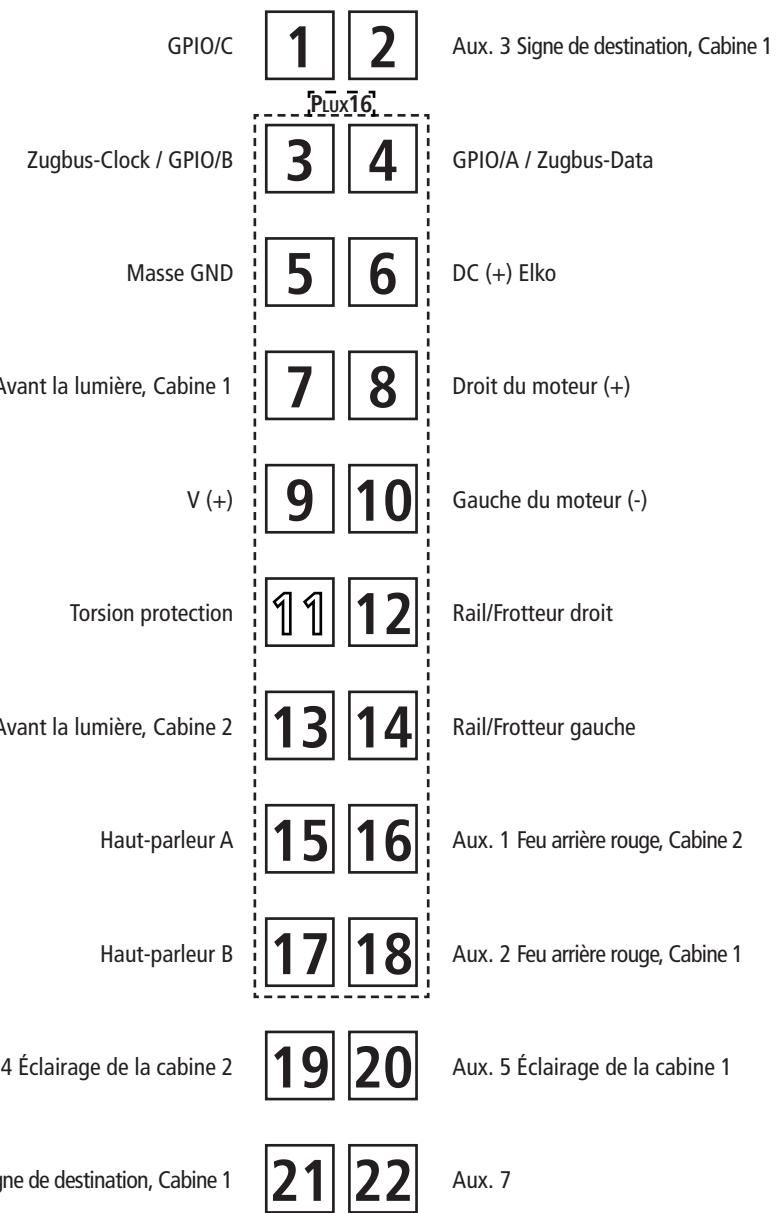
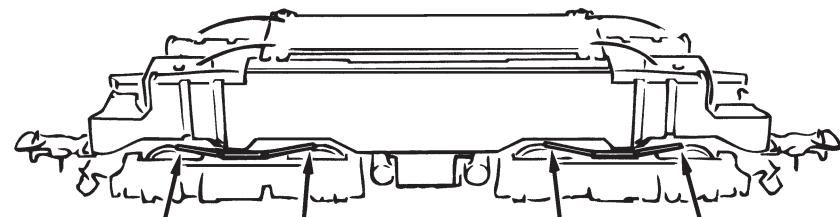
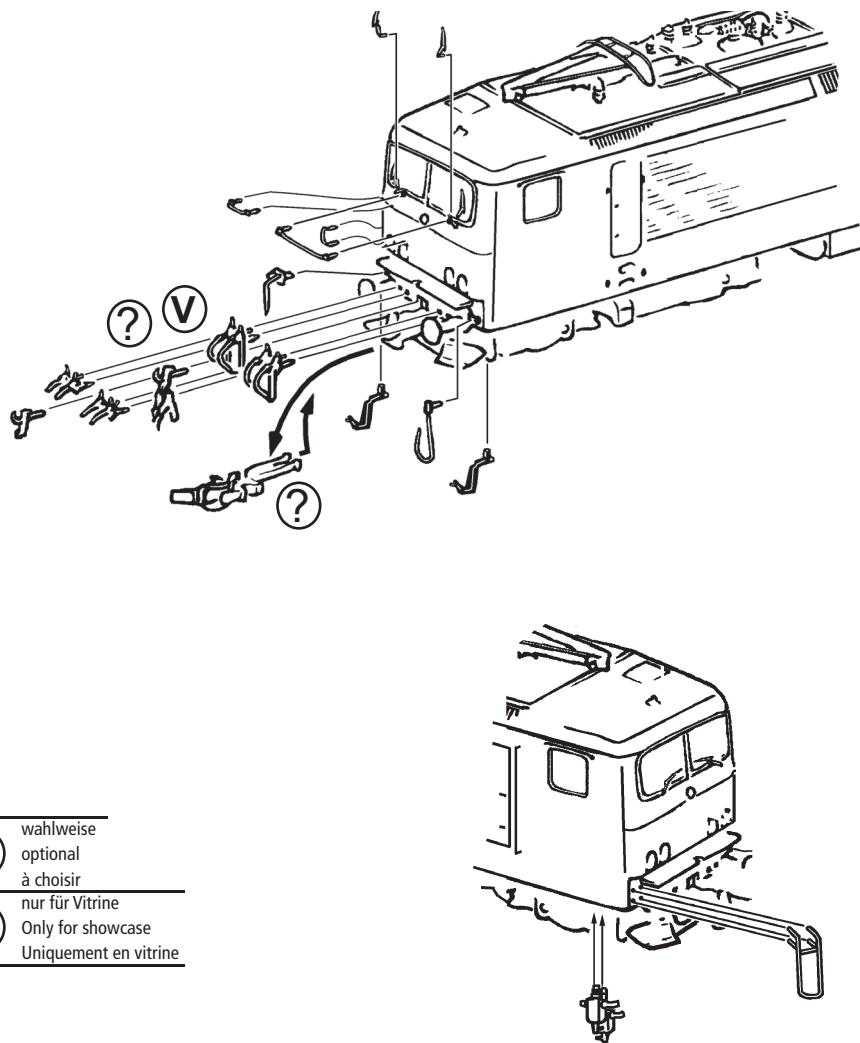

Fig. 5
Fig. 9
Fig. 3
2. Schmierung: Versehen Sie die im Schmierplan in Fig. 5 gekennzeichneten Stellen mit nur **kleinen Öltropfen**. Dazu zuerst das Lokgehäuse abnehmen (Fig. 3). Wir empfehlen den ROCO **Öler Art.-Nr. 10906**. Fürs Schmieren der Getriebeteile (Zahnräder, Schnecke) empfehlen wir das **ROCO-Spezialfett Art.-Nr. 10905**. Im Falle der Schmierung diese Teile **nicht ölen**.
Mehrzugbetrieb: Zuerst Lokgehäuse abnehmen (Fig. 3). Danach den Brückenstecker aus der Schnittstelle entfernen (diesen sorgsam aufbewahren). Danach den Stecker des Steuerbausteins lagerichtig einsetzen (siehe Fig. 4).
2. Lubrication: Apply **tiny oil drops** to spots marked in fig. 5. Prior to lubrication dismantle locomotive (fig. 3). We recommend using item no. **10906, Roco oiler**. For lubrication the gearparts (e.g. cogwheels, worm) we would recommend our Roco **special grease** (item no. **10905**).
4. Carbon Brush Changing: First remove loco body (fig. 3), and then the motor (fig. 9).
2. Graissage: N'appliquez **qu'une tout petite goutte** aux endroits indiqués par le plan de graissage (fig. 5) après avoir démonté la caisse de la locomotive (fig. 3). Nous vous recommandons le **graisseur à huile Roco réf. 10906**. Pour graisser les engrenages (roues dentées, vis sans fin) nous vous conseillons la **graisse spéciale Roco réf. 10905** pour engrenages en matières synthétiques. Lorsque vous utilisez cette graisse il faut éviter d'huiler ces composants.
4. Remplacement des balais du moteur: Démontez la caisse (voir fig. 3). Démontez ensuite le moteur et échangez le balais (fig. 9).